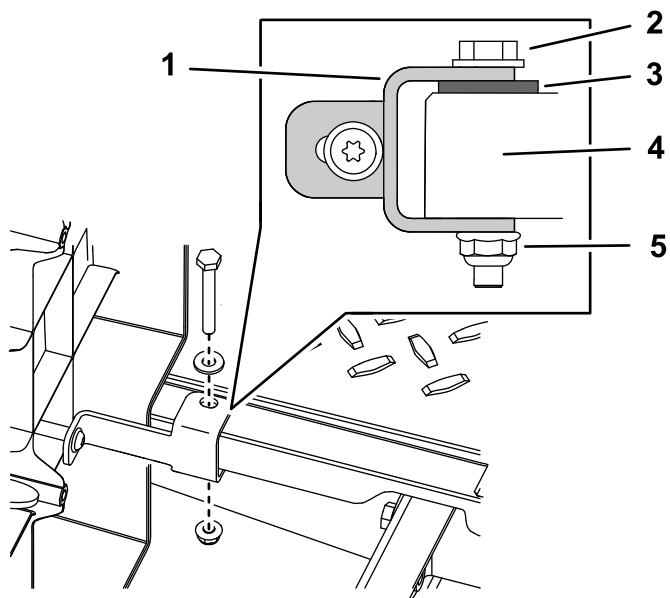

图6
1. 使用之前从底板卸下的螺栓、垫圈和螺母然后用它们将套件垫圈安装到夹具与底板之间图6。对左底板夹具重复此操作。
1. 将线束铺设在驾驶室后面和座椅下方并将线束夹固定到侧板上 图6。